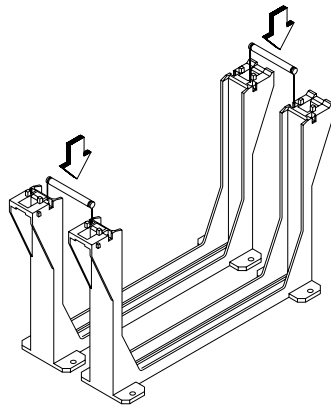

Figura 3-3 Largueros de unión
1. Fije ambos mecanismos de retención con los largueros de unión. Encaje los largueros de unión a ambos lados de los mecanismo de retención, como muestra la Figura 3-3.